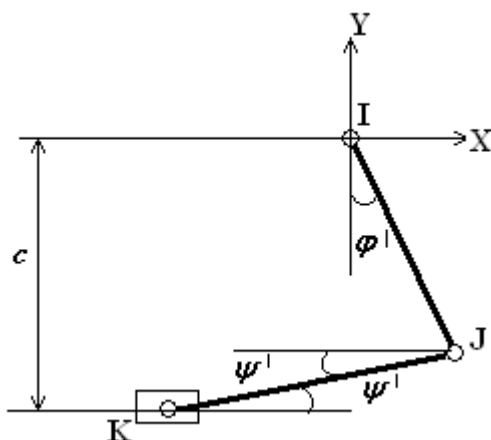

Рис. 21.
- 6) Параметризация кривошипно-ползунного механизма, образованного звеньями ИJ и JK. Данный кривошипно-ползунный механизм имеет ненулевой эксцентриситет c . Углы φ' и ψ' показаны на рис. 21.